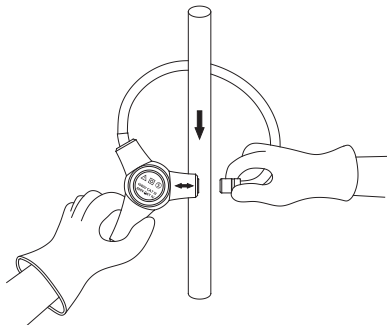

Figura 2 - Medição de corrente
2. Conecte a garra de corrente em volta do condutor (Veja a figura 2).